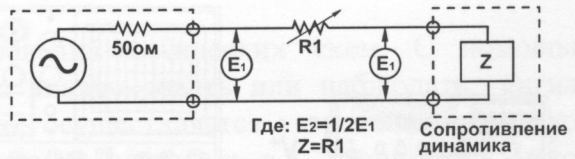

Рис.9
- А) Подсоедините последовательно к исследуемой цепи резистор R1, как показано на рис.9.